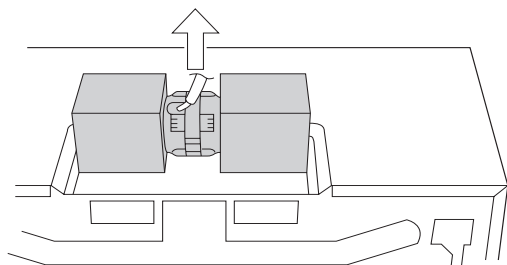

Figura 8
2. Extraiga cuidadosamente la Unidad de Ventilador de la Campana Extractora y deslice los cables hacia fuera. Véase la Figura 8. **PRECAUCIÓN: No halar ni forzar los cables del ventilador de campana extractora.**
2. Extraiga cuidadosamente la Unidad de Ventilador de la Campana Extractora y deslice los cables hacia fuera de la Caja de Alambres. Véase la Figura 8.